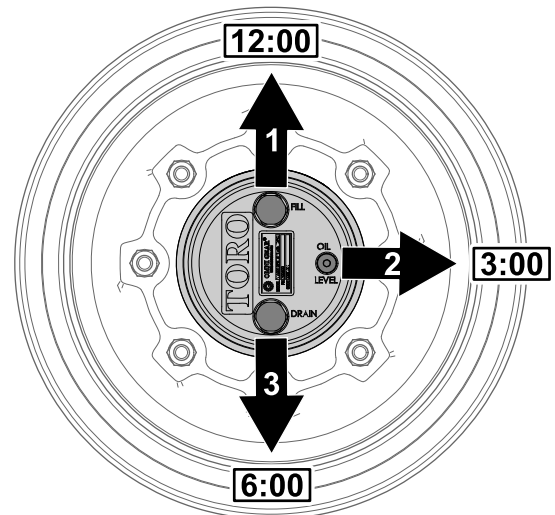

Figura 63
1. Aparque la máquina en una superficie nivelada, coloque la rueda de modo que el tapón de llenado se encuentre en la posición de las 12, el tapón de verificación en la posición de las 3 y el tapón de vaciado en la posición de las 6 (Figura 63).
2. Retire el tapón de verificación en la posición de las 3 (Figura 63).
1. Aparque la máquina en una superficie nivelada, coloque la rueda de modo que el tapón de llenado se encuentre en la posición de las 12, el tapón de verificación en la posición de las 3 y el tapón de vaciado en la posición de las 6; consulte Figura 63 en Comprobación del lubricante de la transmisión planetaria (página 52).